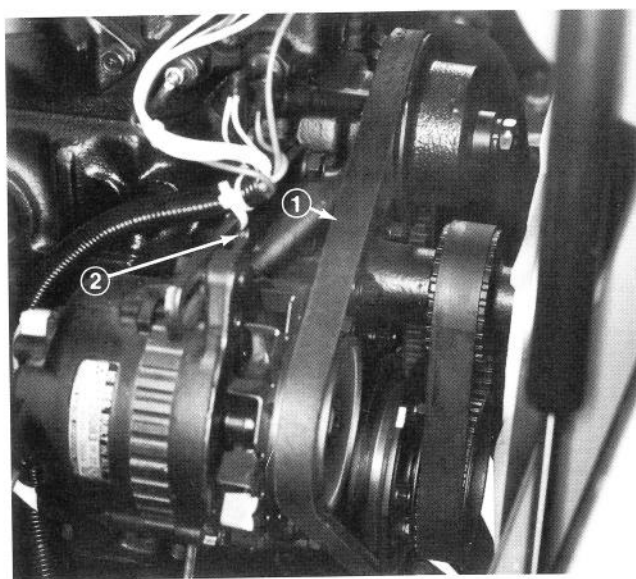

Figure 40
1. Etat et tension – Vérifier l'état et la tension des courroies (Fig. 40) toutes les 100 heures d'utilisation.
- A. Une tension adéquate permet une flexion de 10 mm quand une force de 4,5 kg est appliquée à mi-chemin entre les poulies (Fig. 40).